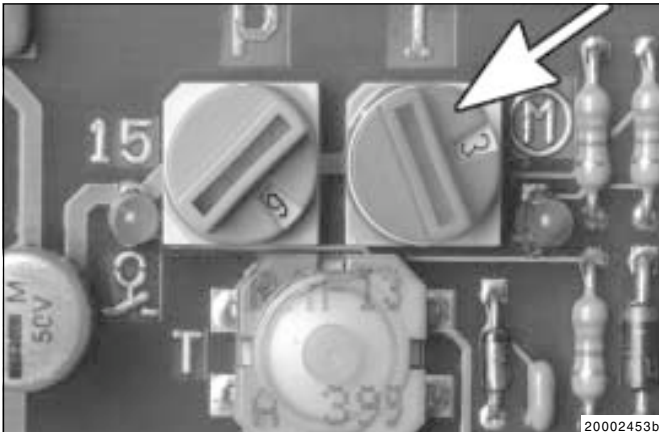

Abb. 8: - Drehschalter, Arbeitszeit
- beim Ausschalten des Fahrtschalters gespeichert und aufaddiert. Dies geschieht solange, bis die, an dem roten Drehschalter, siehe Abb. 8, eingestellte Zeit, erreicht ist. Danach beginnt der Schmierzyklus von vorne.